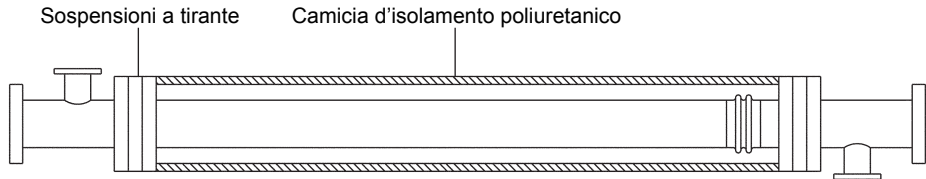

Fig. 10
- 4.11** Per proteggere il giunto di espansione da colpi accidentali e per ottimizzare il rendimento energetico, consigliamo di usare una camicia isolante poliuretanica come rappresentato in Fig. 10.